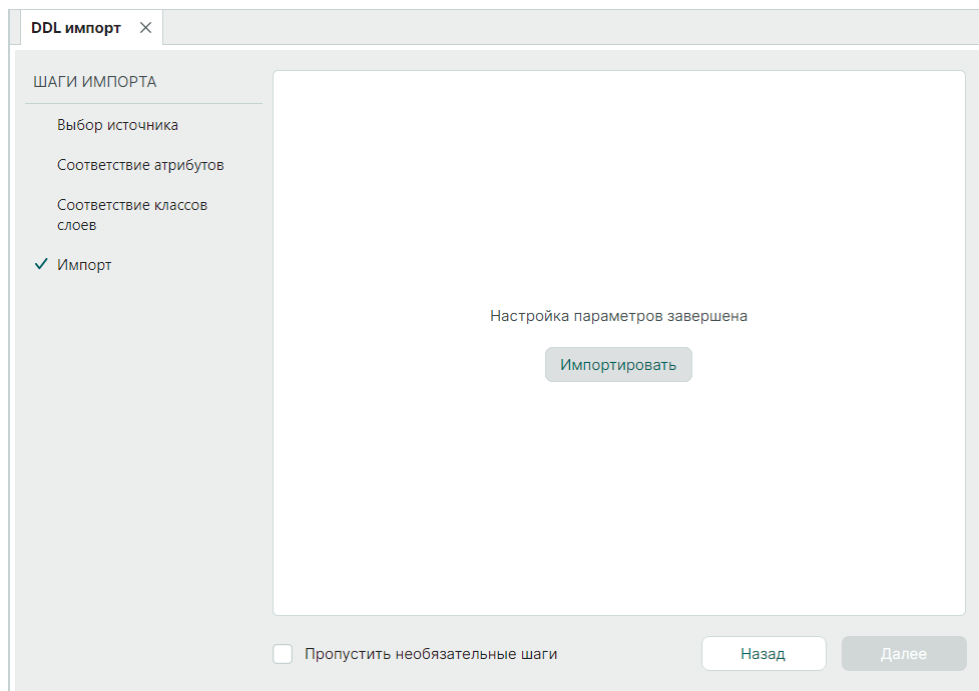

Рис. 27 Завершение подготовительных шагов к импорту библиотеки
9. Отображается сообщение об окончании предварительной настройки параметров импорта библиотеки, см. Рис. 27.